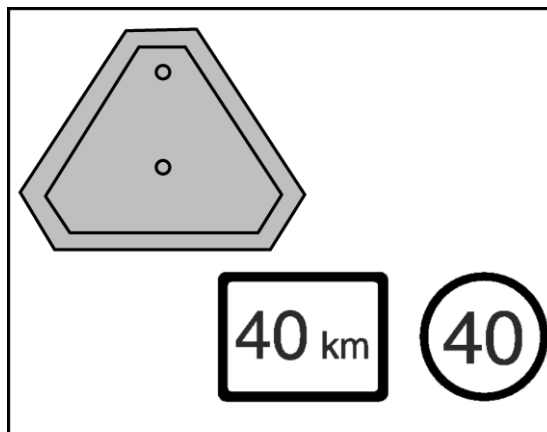

Fig 2.32
- Upewnij się, że ciągnik i sprzęt są wyposażone w znaki lub sygnalizatory pojazdów wolno poruszających się (SMV), jeśli wymaga tego prawo, oraz że ładunki nie zasłaniają ich ani innych świateł (rys.2.32).